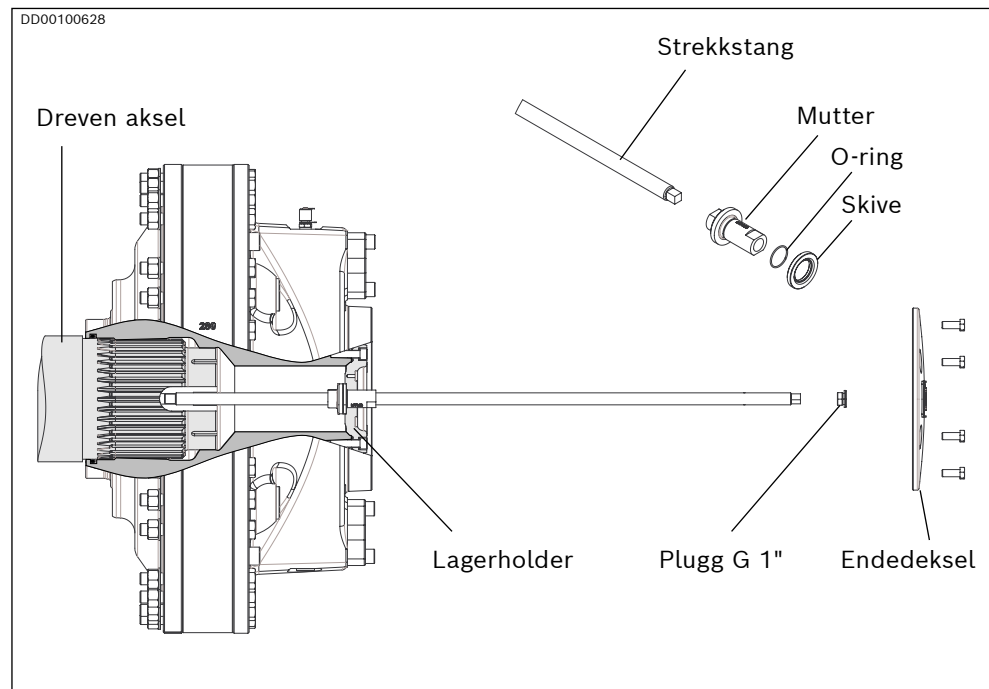

Fig. 51: Monteringsverktøy for å ta av CB kileakselmotor
7. Installer monteringsverktøyet med mutteren iht. *Fig. 51*. Skru den på den drevne akselen med en skrunøkkel på nøkkelgrepet på enden av monteringsverktøyet.
5. Installer monteringsverktøyet med mutteren iht. *Fig. 51*. Skru den på den drevne akselen med en skrunøkkel på nøkkelgrepet på enden av monteringsverktøyet.